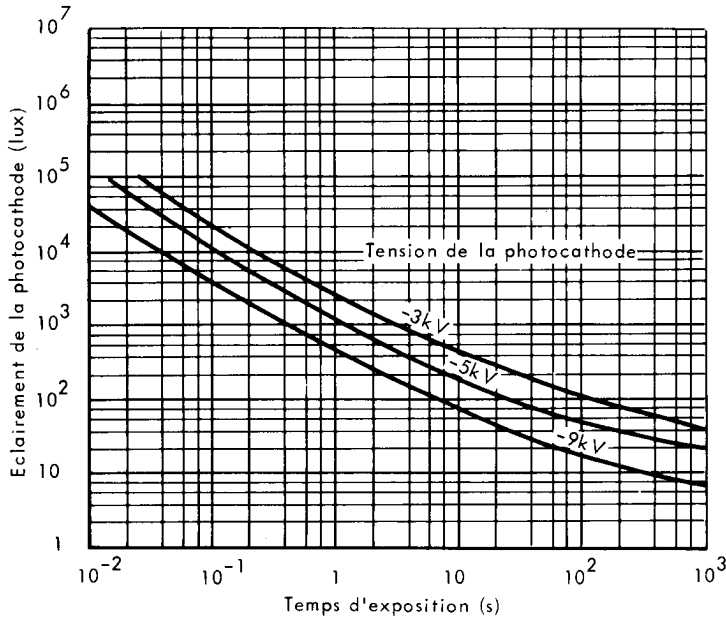

Fig 1 - Eclairiments limites
- 4 - Le tube ne doit pas être soumis à des niveaux lumineux supérieurs à ceux définis par les courbes de la figure 1*.